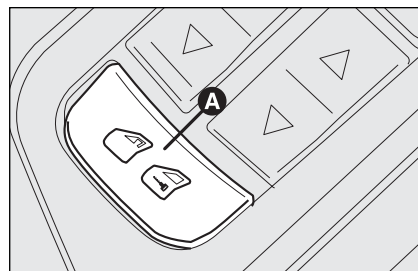

fig. 13
- ☐ tecla **A-fig. 13** de bloqueo y desbloqueo de las puertas ubicada en el panel de la puerta del lado conductor;